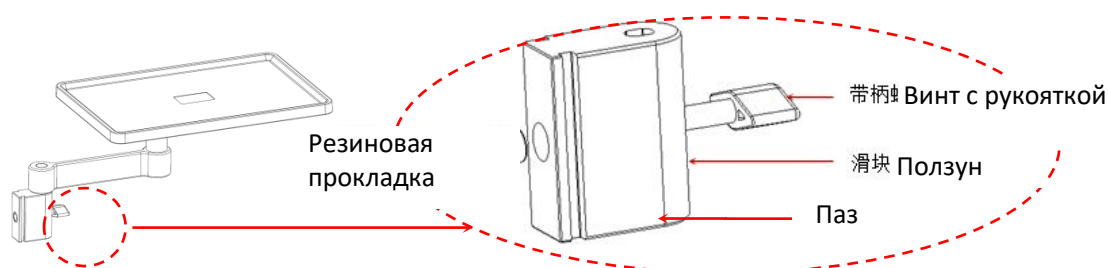
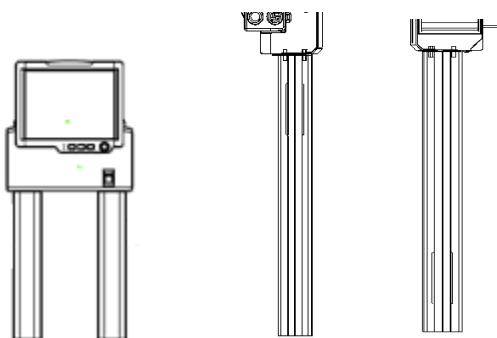

Рис. 1
Рис. 2
- Медленно вставьте резиновую прокладку (с резьбой внутри) в отверстие со стороны ползуна (как показано на Рис. 1), а затем слегка затяните винт с ручкой в резиновую прокладку до полного втягивания резиновой прокладки в ползун. Прекратите затягивать винт с ручкой, когда конец резиновой прокладки полностью войдет в ползун (приведенная ниже схема монтажа предназначена для лотка, стержень для внутривенных вливаний может быть установлен таким же образом, и ее можно использовать для справки):
- После завершения шага 1 совместите весь держатель лотка или паз ползуна стержня для внутривенных вливаний (см. Рис. 1) с вогнутой поверхностью колонны (две параллельные колонны под дисплеем), вставьте держатель в пазы с обеих сторон колонны (пазы 1 и 2 на Рис. 2), а затем отрегулируйте держатель на соответствующую высоту в соответствии с требованиями пользователя. В конце затяните винт с ручкой (см. Рис. 1), чтобы держатель был надежно зафиксирован.